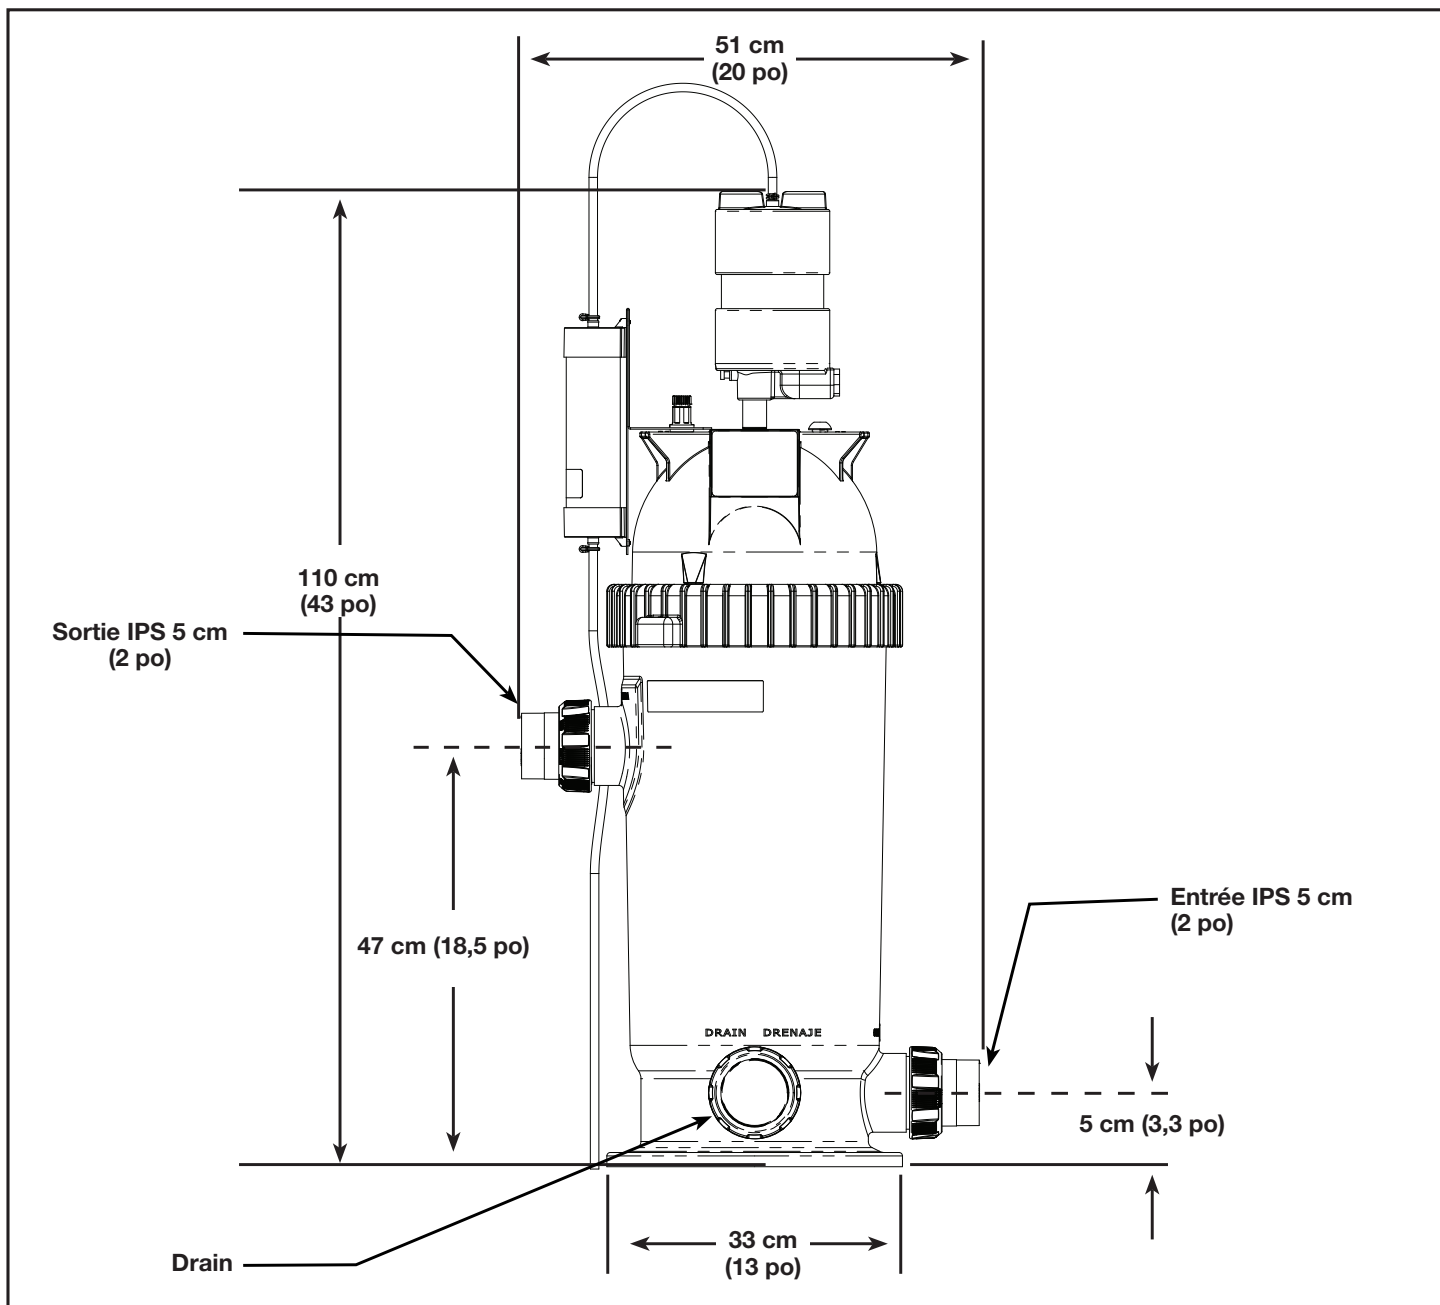

Figure 2. Dimensions critiques
Utiliser un apprêt et du ciment appropriés approuvés par la NSF pour raccorder la boucle de circulation. Avant de placer le récipient MDV sur votre support d'équipement, noter les dimensions de dégagement de 10 cm (4 po) autour et 50 cm (20 po) au-dessus. Se reporter à la Figure 2 pour les dimensions critiques.
- Pour l'hivernage, vidanger le récipient MDV en desserrant le bouchon raccordé près du bas de l'unité (étiqueté « DRAIN » / vidange). Voir la Figure 2.